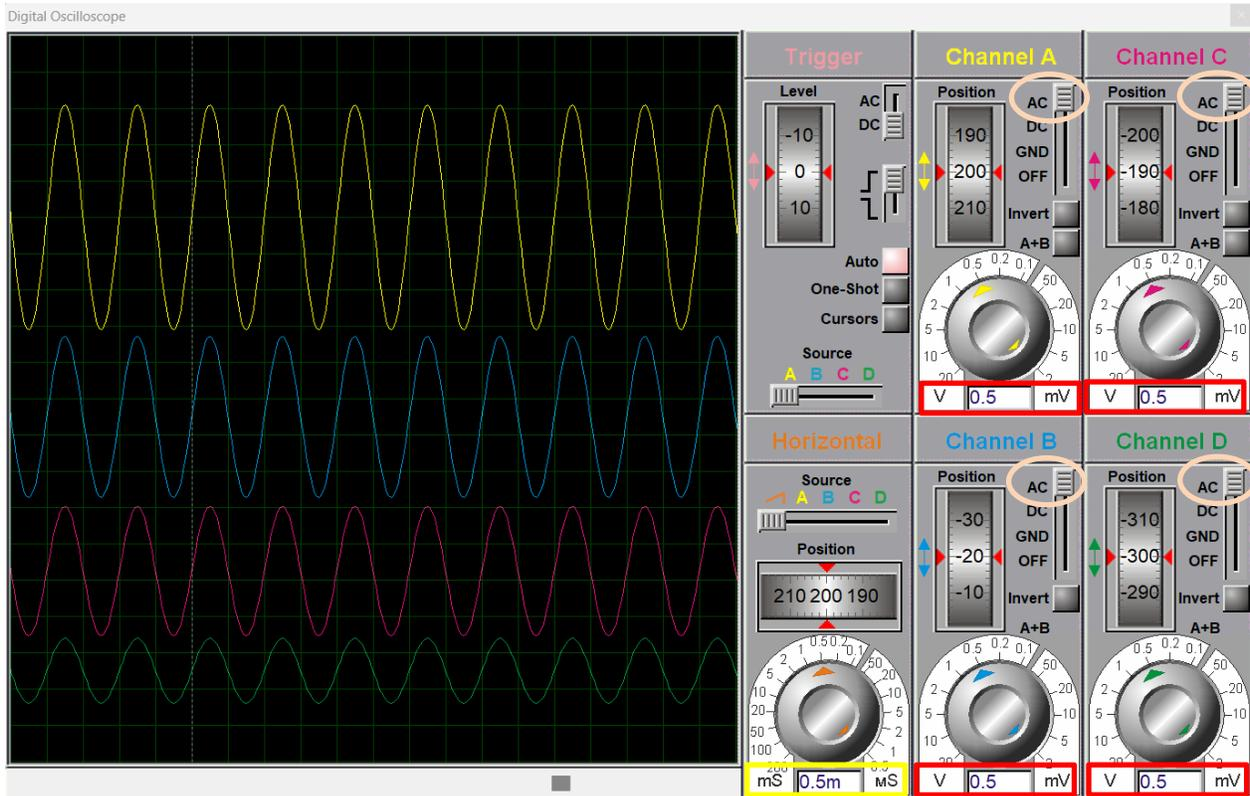

Figura 1.13. Ventana del osciloscopio dentro del simulador.
18. Inicie la simulación con el generador senoidal y el osciloscopio. Anote sus comentarios de lo observado y grafique las señales de los canales de medición de voltaje 1 al 4 utilizando el osciloscopio virtual. Asegúrese que todos los canales estén ajustados para trabajar en acoplo de CA, que la escala de voltaje de cada canal este en 1V/div y que la escala de tiempo sea 0.5ms/div, como se observa en la figura 1.13.